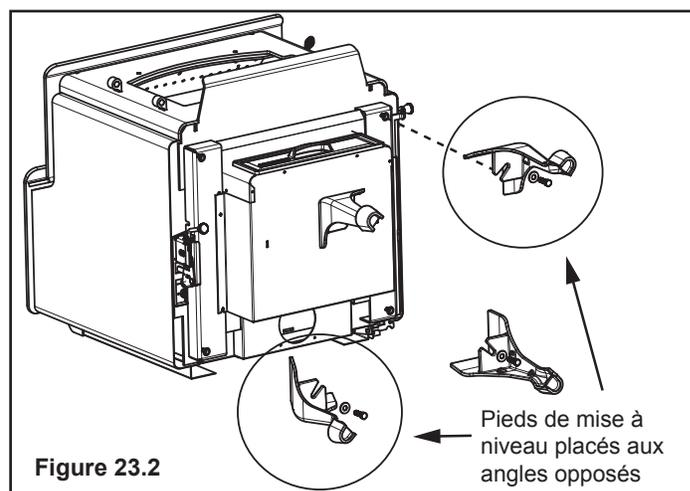

Figure 23.2
- Installez les pieds dans les supports de fixation en vous assurant que ceux-ci reposent contre le support, puis fixez-les avec les boulons et rondelles à l'aide d'une clé ouverte 3/8 (**Figure 23.2**).
- Installez les boulons de mise à niveau dans 2 pieds; ceux-ci devraient être placés dans des coins opposés (**Figure 23.2**).